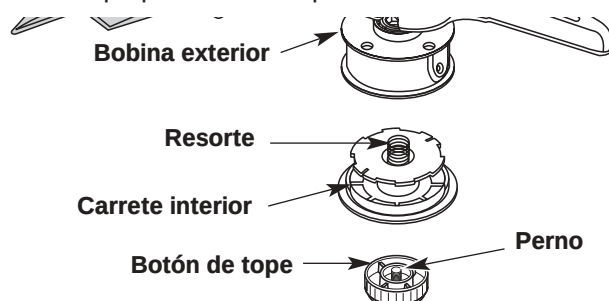

Fig. 24
1. Sostenga la bobina exterior con una mano y desenrosque el botón de tope en sentido antihorario (Fig. 24). Inspeccione el perno de adentro del botón de tope para verificar que se mueva con libertad.
2. Saque el carrete interior de la bobina exterior (Fig. 24).
3. Saque el resorte del carrete interior (Fig. 24).
1. Sostenga la bobina exterior con una mano y desenrosque el botón de tope en sentido antihorario (Fig. 24). Inspeccione el perno dentro del botón de tope para verificar que se mueva con libertad. Cambie el botón de tope si está dañado.
2. Saque el carrete interior viejo de la bobina exterior (Fig. 24).
3. Saque el resorte del carrete interior viejo (Fig. 24).